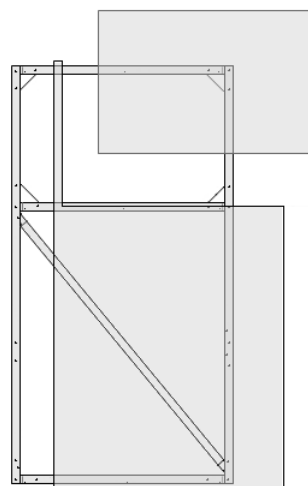

Рис. 18
- ✓ Приложите покрытие к каркасу двери и отметьте маркером места крепления и размеры форточка. Просверлите отмеченные отверстия, вырежьте форточку (см. рис. 18) и защитите соты поликарбоната прозрачным скотчем.